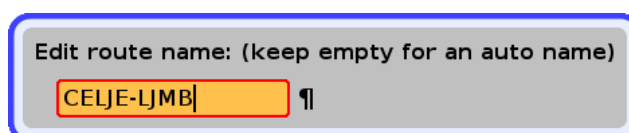

Figura 33: Entrada do nome da nova rota.
- O comando *New* dá início a uma nova rota. Aparece diálogo mostrado na figura 33, para se introduzir o nome da rota.